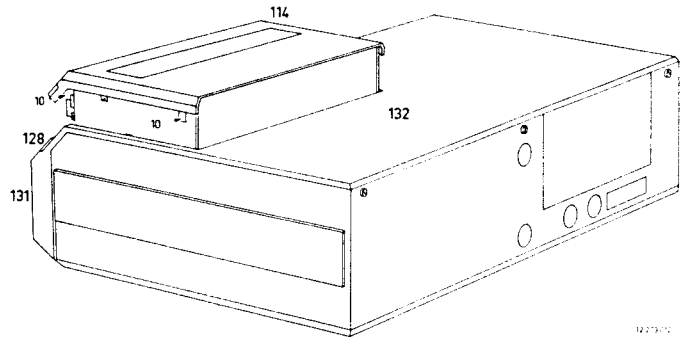

Fig. 2-18
- Schrauben 10 der Deckelbefestigungshaken einige Schläge lösen. (Abb. 2-18).